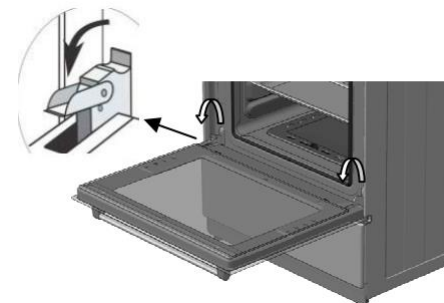

Рисунок 14 – Схема демонтажа дверцы духовки
- поднимите и поверните до упора рычаги, расположенные на двух шарнирах (см. рисунок 14);